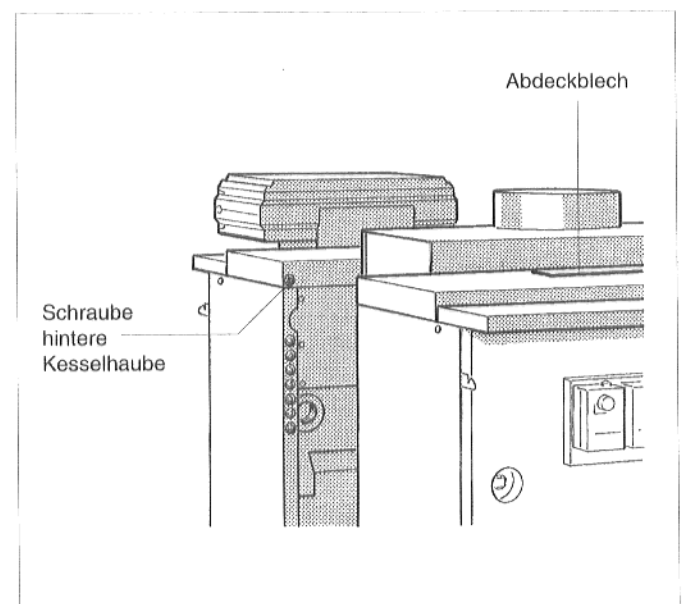

Abb. 22: Abdeckblech G324 XD
Abdeckblech jeweils auf die hintere Kesselhaube aufschieben und durch Umbiegen der Blechstreifen daran befestigen (Abb. 22).
- Hintere Kesselhaube auflegen und von hinten mit den beiden Befestigungsschrauben festschrauben (Abb. 22).